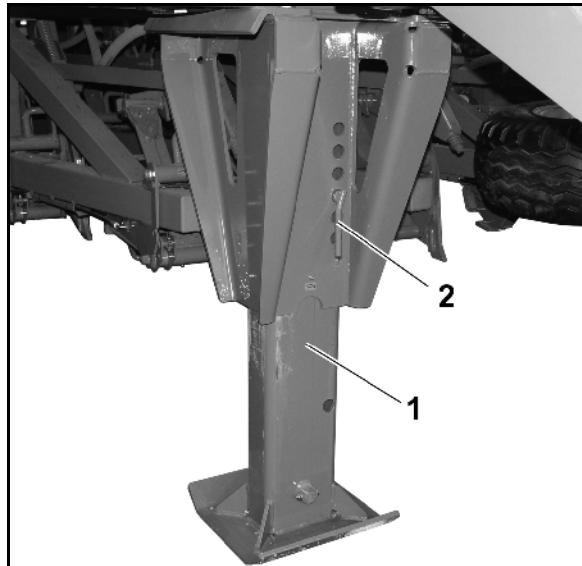

Рис. 49
- При отцепленном агрегате опора опущена (Рис. 49/1).
- Вытяните палец (Рис. 49/2).